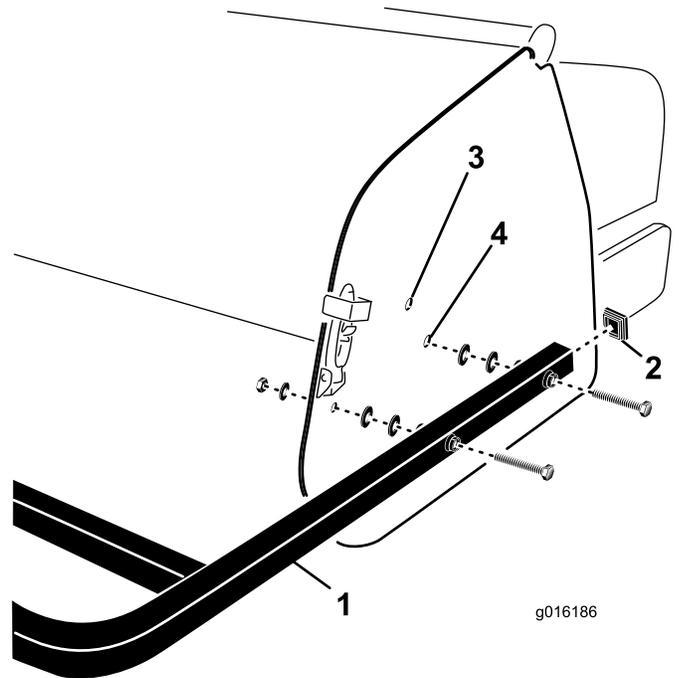

図 29
1. 後ガードチューブの端部にエンドキャップを取り付ける (図 29)。
2. 後ガード取り付けチューブの穴を、エアレータのサイドプレートの穴に合わせる (図 29)。
3. ガード取り付けチューブを、サイドプレートに取り付ける；ねじ4本、平ワッシャ、ナットを利用する（図 29）。